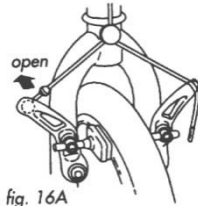

fig. 16A
(1) Open de remblokjes (zie punt 6.3.1, afb. 16a, b, c en d).
(2) Schakel de achterderailleur in de hoogste versnelling (het kleinste, buitenste kettingwiel achteraan) en trek deze met uw rechterhand naar achteren.
(1) Open de remblokjes achteraan (zie punt 6.3.1, afb. 16a, b, c en d).
(2) Schakel de achterderailleur in de hoogste versnelling (het kleinste kettingwiel achteraan) en trek deze met uw rechterhand naar achteren.
(3) Draai met een dopsleutel van 15 mm of een bahco nr. 15 de twee moeren op de as los.
(4) Til het achterwiel enkele centimeters op van de grond en houd de derailleur naar achteren. Duw het wiel dan voorwaarts naar beneden totdat het uit de achterste uitvaleinden loskomt.
Maak dat u met uw handen tot bij de remhendels kunt en u deze makkelijk kunt indrukken. Als u te kleine handen hebt om comfortabel te remmen, vraag dan eerst advies aan uw dealer. Soms kunt u de hendel verplaatsen, of anders neemt u beter een andere hendel die beter bij u past. De meeste remmen hebben wel een of ander snelkoppingsmechanisme waarmee de remblokjes van de band worden getrokken terwijl een wiel wordt afgenomen of teruggeplaatst. Als dit mechanisme open staat, dan werken de remmen niet. Vraag uw dealer om uitleg, zodat u zeker begrijpt hoe de snelkoppeling van de rem op uw fiets werkt (zie afb. 16A, B, C en D) en controleer altijd voor het opstappen of beide remmen goed werken.